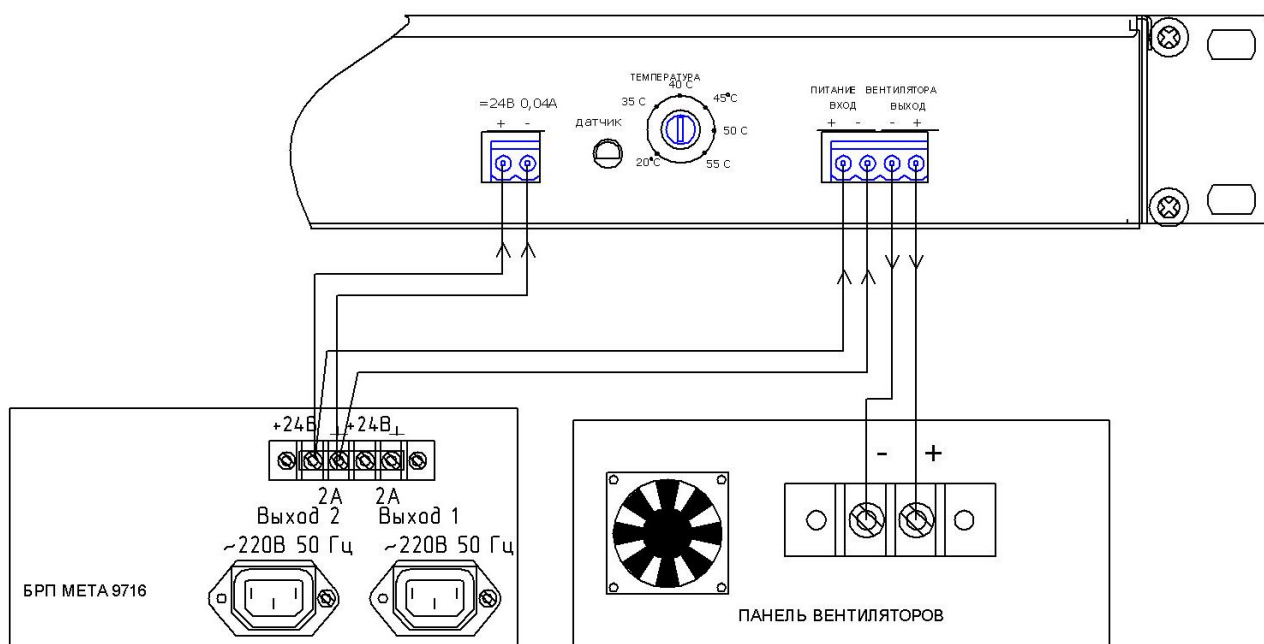

Рисунок 4. Подключение БРП МЕТА 9716 к БУВ.
3. Подключите к БУВ основное питание +24В от БРП МЕТА 9716. Подключение осуществляется проводами сечением не менее 1 мм² при длине кабеля не более 5 м (см. рисунок 4).